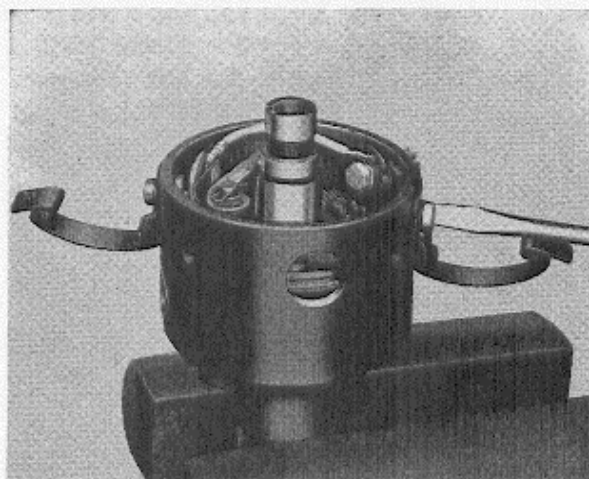

Abb. 69 Unterbrecherplatte ausbauen
4. Die Unterbrecherplatte lösen. Diese wird durch Lösen der beiden Schrauben, die die Bügel für den Deckel festhalten, entfernt, Abb. 69.